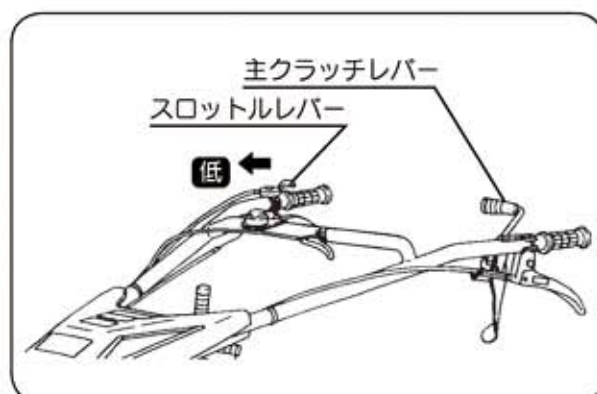

図20
- ②低速から高速に切替操作は主クラッチを一旦切つてからおこなってください。(図20)